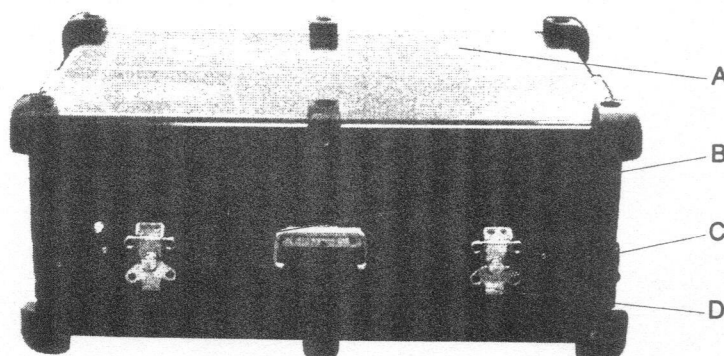

Fig. 4 - Vue de la fixation des couvercles
- démonter le couvercle supérieur (A, Fig. 4) en positionnant le côté marqué "FRONT" (B, Fig. 4) face à l'opérateur,
- redresser les papillons (C, Fig. 4) de clips de fermeture,
- relever les clips de fermeture (D, Fig. 4),